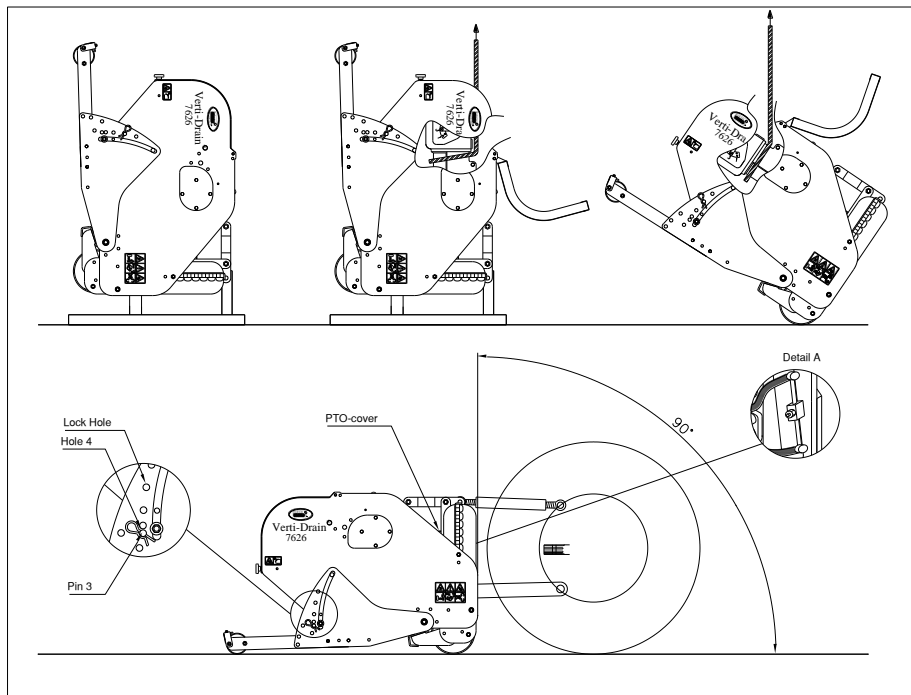
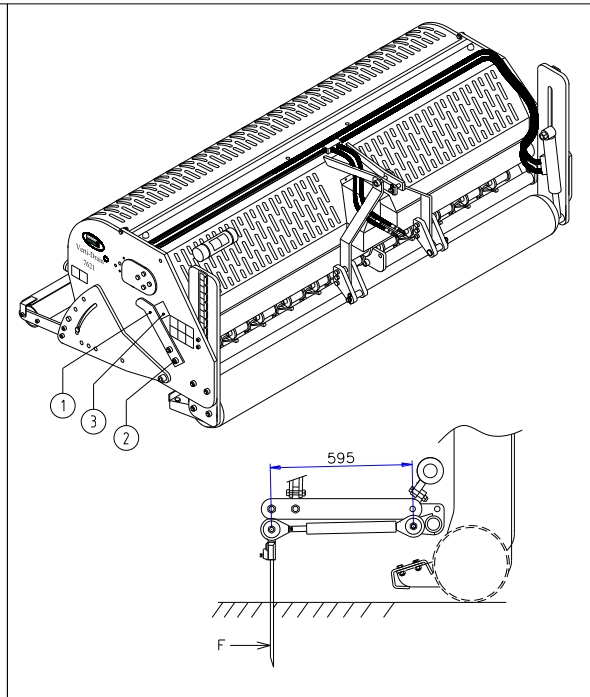

Fig. 8
Fig. 12
De machine staat verticaal op de pallet. Om de pallet te verwijderen en de machine horizontaal op de grond te krijgen, handel als volgt (zie fig. 8):
Alle pennen kunnen gelijktijdig worden versteld met de hendel (1) aan de zijkant van de machine; zie fig. 12. Hef de machine boven de grond en los de contraoeren (2) aan bij de zijden van de machine. Verstel de hoek door de hendel (1) te draaien. Op de indicator (3) kan de hoek worden afgelezen. Draai vervolgens de contraoer 2 weer vast.
- @ Op 90 graden gaan de pennen alleen loodrecht in de grond als de machine correct is geïnstalleerd, zie fig. 8. Als dit niet correct is kan een kracht F, zie fig. 12, ontstaan, die de machine beschadigt.
- @ Als de Verti-Drain® niet correct is gemonteerd achter de tractor, zie fig.8, kunnen verschillende aftakas hoeken trillingen veroorzaken in de aandrijflijn van de machine. Deze trillingen kunnen de machine en de gaten in de grond beschadigen.